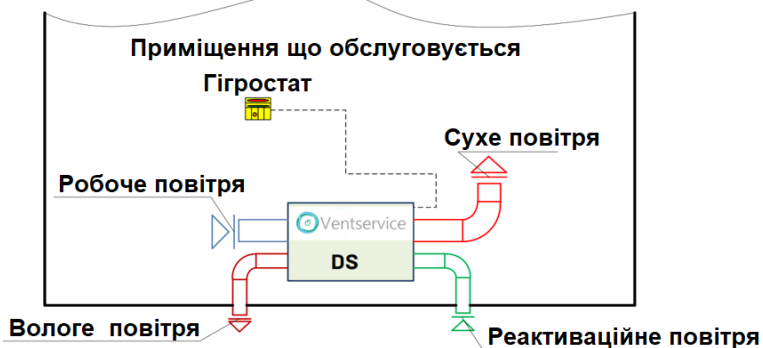
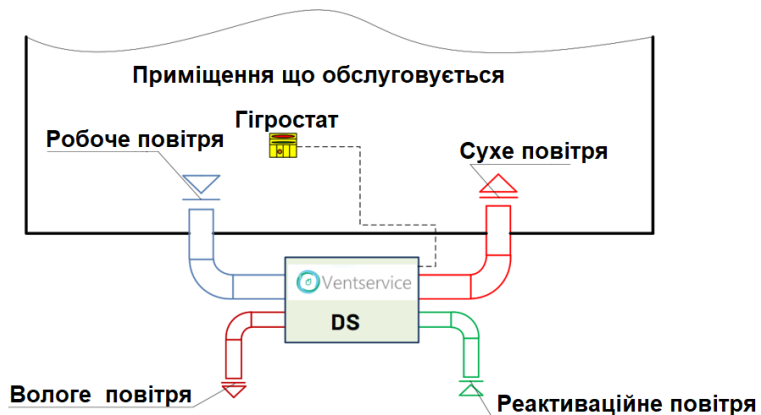

Рисунок 9.1 – Робота осушувача за "замкнутою" схемою (внутрішній варіант)
Рисунок 9.2 – Робота осушувача за "замкнутою" схемою (зовнішній варіант)
- Робота осушувача в "замкнутому" контурі (встановлення всередині приміщення) — див. **Рисунок 9.1**;
- Робота осушувача в "замкнутому" контурі (встановлення зовні приміщення) — див. **Рисунок 9.2**;
Рисунок 9.1 показує варіант встановлення осушувача всередині обслуговуваного приміщення для роботи в режимі рециркуляції ("замкнений" контур). У цьому випадку повітря забирається з внутрішнього об'єму, осушується і повертається назад. Реактиваційне повітря забирається ззовні обслуговуваного приміщення та туди ж викидається. В автоматичному режимі осушувач працює до досягнення заданого значення на гігросtatі.
Рисунок 9.2 показує варіант встановлення осушувача зовні обслуговуваного приміщення для роботи в режимі рециркуляції. Відрізняється від першого варіанту (див. Рисунок 9.1) лише місцем розташування осушувача.